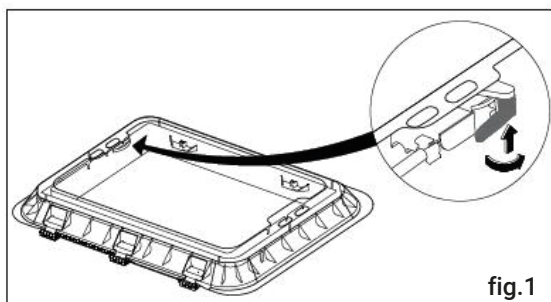

fig.1
1. Appuyez sur le bouton de la poignée et tournez-la de 90° (voir Figure 1).